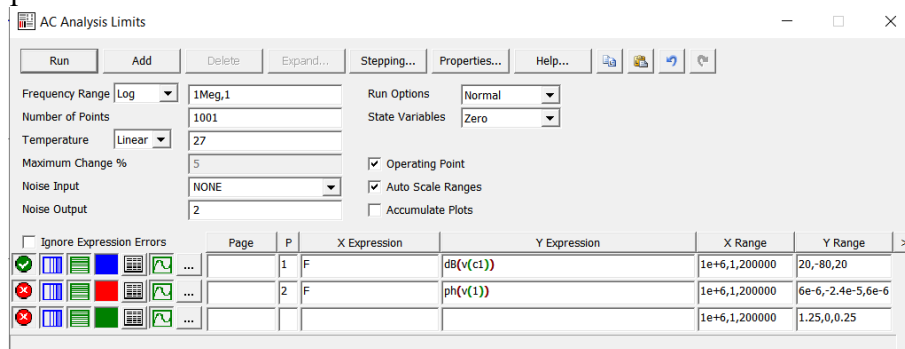

Рис.1.4 – Вікно параметрів для проведення AC – аналізу.
3.Зняти АЧХ зібраного фільтра. Для цього необхідно перейти в режим розрахунку частотних характеристик (**AC Analysis**). Вікно параметрів для проведення AC - аналізу наведено на рис.1.4.